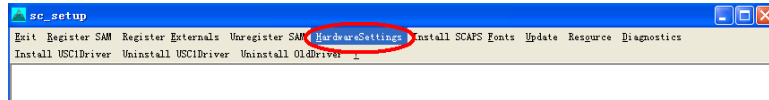

图 14
2) 选择 HardwareSettings ( 图 14 )。